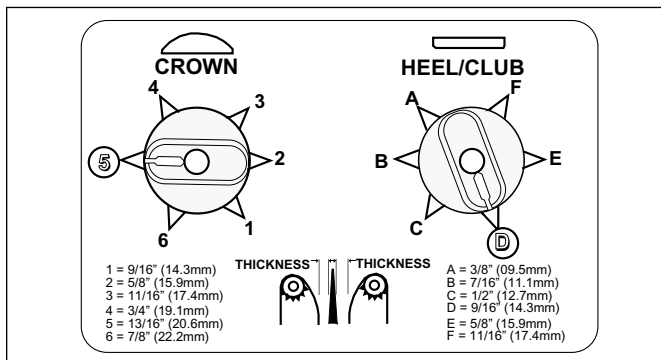

Figura 2a. Controles de ajuste de espesor de los panecillos para los Números de fabricación 9210606 y 9210616
1. Fije los controles de ajuste de espesor de panecillos (Figura 2a y 2b) de la siguiente manera: